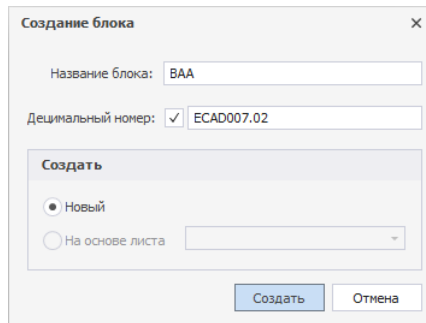

Рис. 239 Окно «Создание блока»
3. На экране отобразится окно «Создание блока», см. Рис. 239. В поле «Название блока» необходимо задать имя блока.